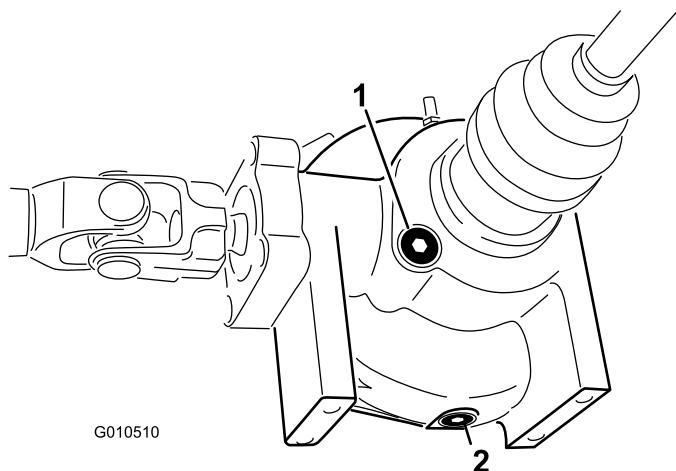

図 51
- デファレンシャル側面にあるドレンプラグの周辺をウェスできれいにぬぐう 図 51。